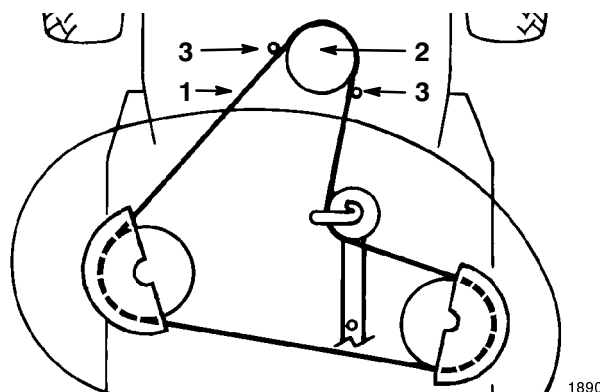

Figure 44
14. Déposez la courroie d'entraînement des lames de la poulie motrice inférieure (Fig. 44). En procédant prudemment, il est possible d'écarter les guide-courroie de la poulie juste assez pour enlever la courroie. Si cela s'avère trop difficile, desserrez les boulons et les écrous de fixation des guide-courroie.
4. Passez la courroie d'entraînement des lames sur la poulie motrice inférieure (Fig. 44). En procédant prudemment, il est possible d'écarter les guide-courroie de la poulie juste assez pour passer la courroie. Si cela s'avère trop difficile, desserrez les boulons et écrous de fixation des guide-courroie.